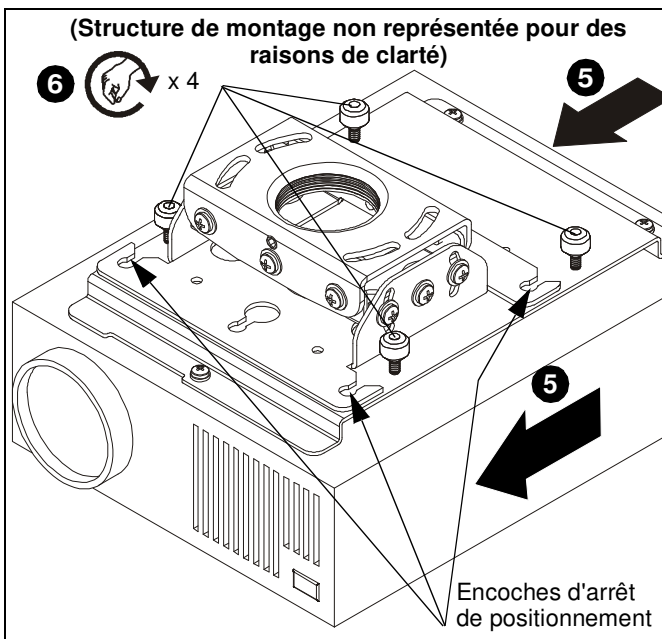

Figure 8
4. Alignez les écrous à ailettes de la patte d'interface sur les encoches de positionnement du support pour projecteur RPE. (Voir la Figure 8)
5. Faites glisser la patte d'interface avec le projecteur fixé vers la limite des encoches de positionnement. (Voir la Figure 8)